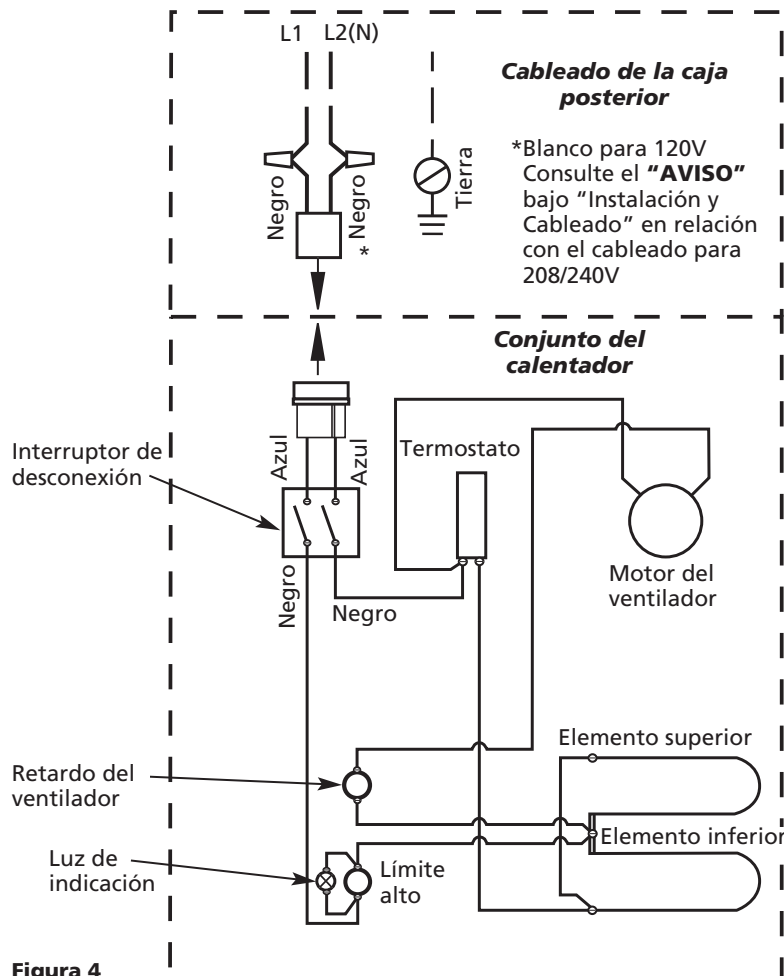

Figura 4
1. Siguiendo el diagrama de cableado (Figura 4), conecte los conductores de suministro eléctrico a los conductores del calentador en la caja posterior.
AVISO: Para los calentadores de 120 y 277 voltios, conecte el conductor de suministro neutro blanco al conductor flexible blanco de los calentadores, y conecte el conductor de suministro negro al conductor flexible negro del calentador. Para los calentadores de **208 y 240 voltios**, envuelva con cinta eléctrica negra el conductor flexible blanco de los calentadores para cambiar el color del conductor. (La mayoría de los códigos eléctricos requieren que los conductores de suministro eléctrico se conecten a conductores negros.) Luego conecte los dos conductores de suministro eléctrico a los dos conductores negros del receptáculo (consulte la Figura 4).